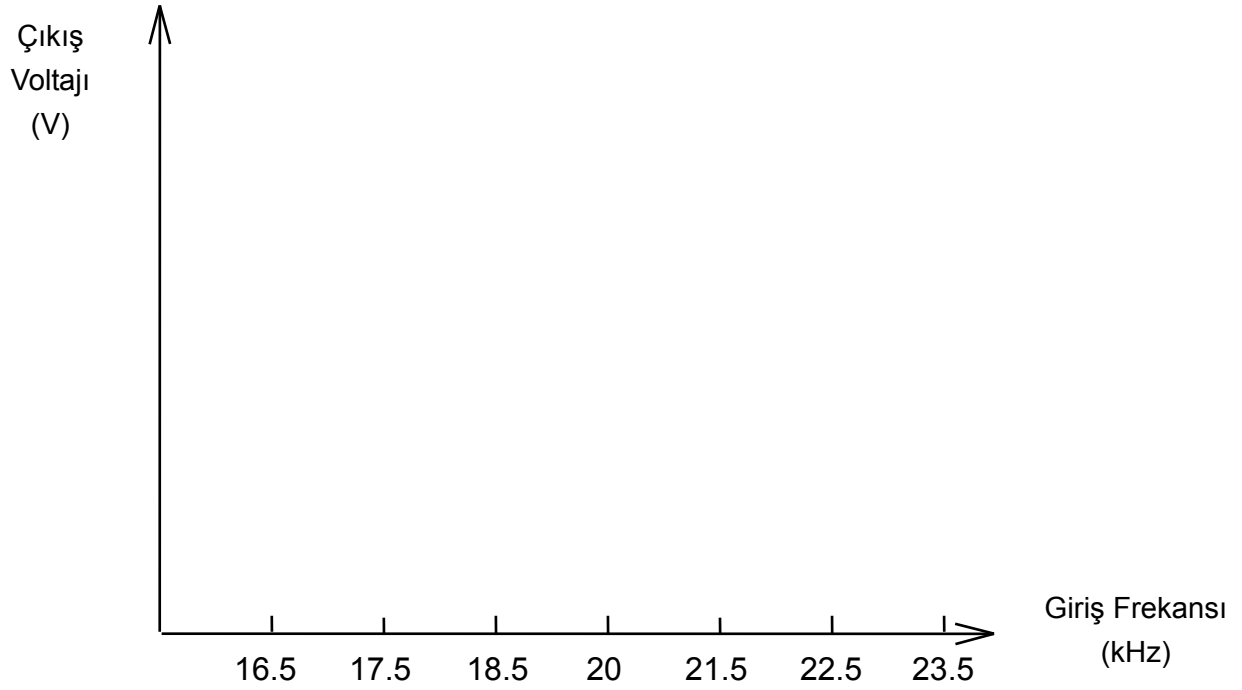

Fig.8-10
- 12. Fig. 8-10'da, çıkış gerilimine karşılık giriş frekans eğrisini çizin.